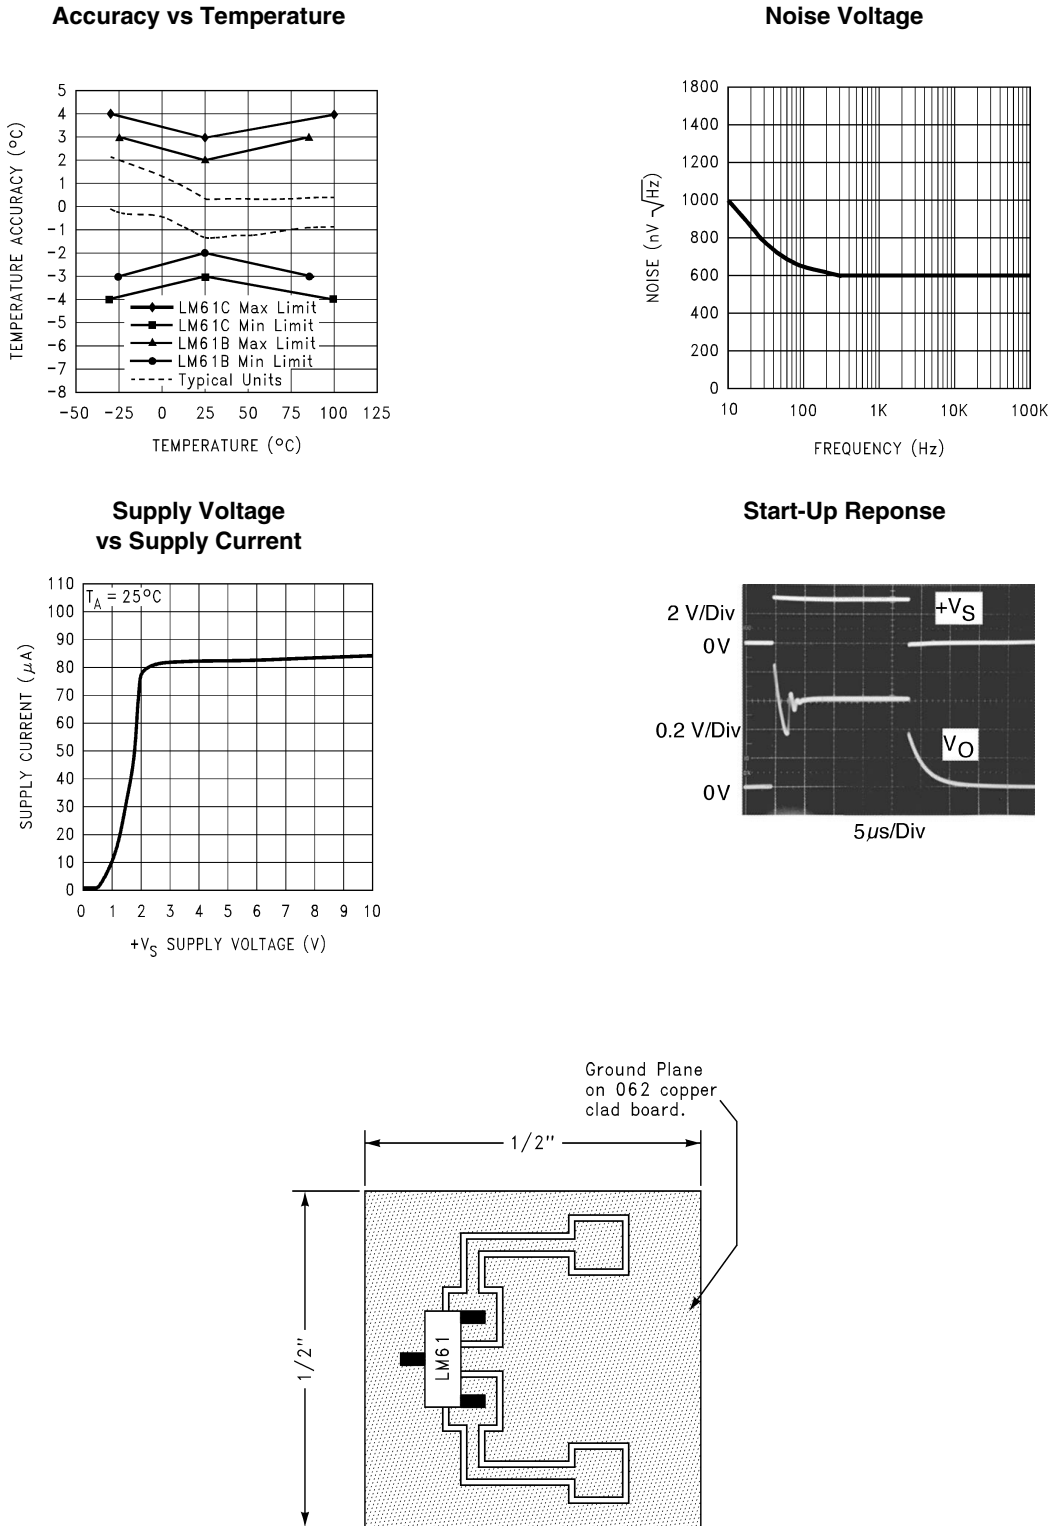

FIGURE 2. Printed Circuit Board Used for Heat Sink to Generate All Curves.
以下の特性曲線は、Figure 2 に示すような銅箔プリント回路基板に LM61 を実装して測定したものです。
** 使用したヒートシンクは、1/2 インチ平方の 2 オンス銅箔プリント基板にデバイスを実装したもので (Figure 2 参照)。